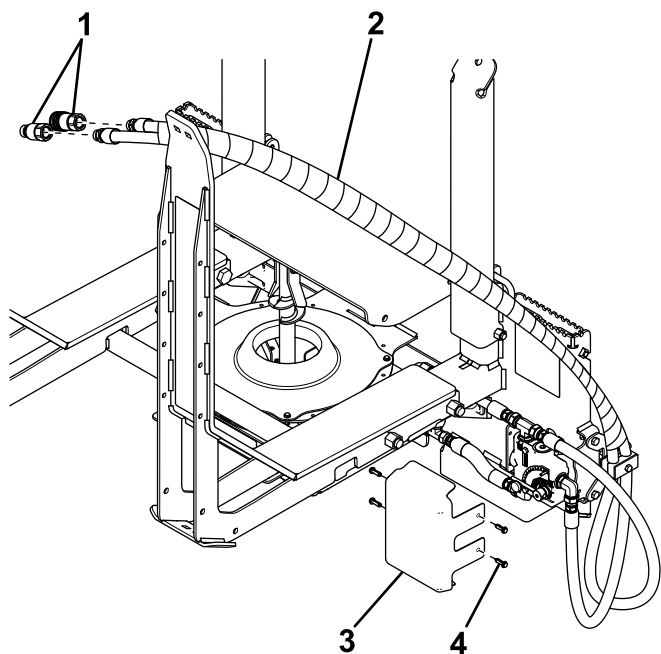

Figure 8
7. Montez le couvercle du régulateur de débit avec 4 rivets à pression (Figure 8).
8. Fixez le raccord rapide mâle à l'extrémité libre du long flexible (Figure 8).
9. Fixez le raccord rapide femelle à l'extrémité libre du flexible court (Figure 8).
10. En commençant juste après le collier de flexible, enroulez la protection autour des deux flexibles hydrauliques (Figure 8).